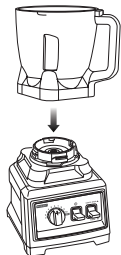

Fig. 15
- 3 Alinee y coloque el tazón sobre la base del motor. (Fig. 15) El mango debe quedar levemente inclinado hacia la derecha del símbolo de "TRABA" en la base del motor.